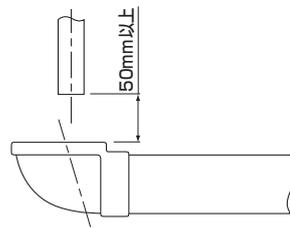

図1.耐熱排水エルホッパー 75×50排水位置
3. 耐熱排水エルホッパー 75×50は排水位置により排水性能が変わります(詳しくは設計・施工マニュアルをご参照ください)。タンクからの排水は耐熱排水エルホッパーの中心より流出側に寄せて配管してください(図1)。